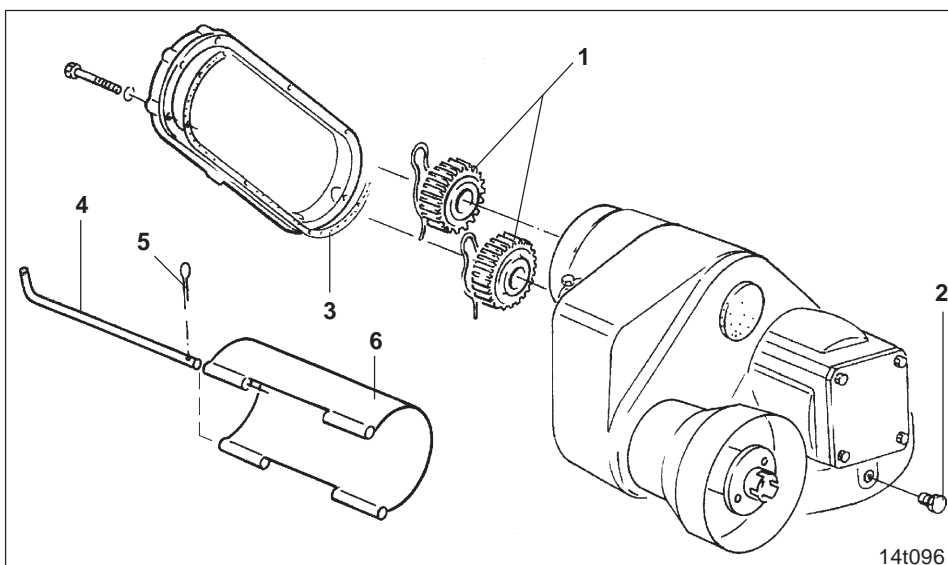
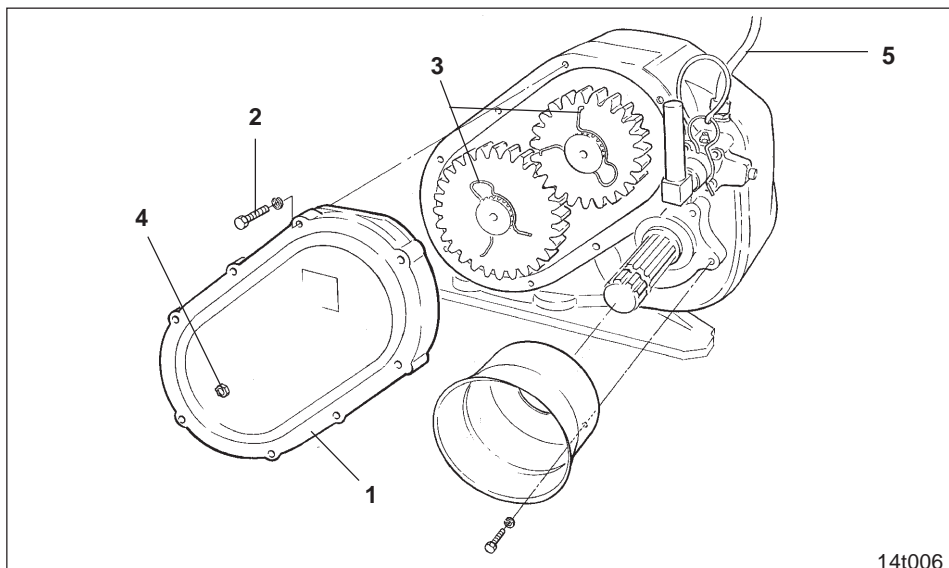

Fig. 9.4
Fig. 9.5
- sind die Verriegelungsstangen (Fig. 9.4/4) der Zapfwellenabdeckung (links) herauszuziehen und der Zapfwellenschutz (Fig. 9.4/6) ist zu entfernen.
- Ölspiegel durch Ablassen des Getriebeöles an der Ölablaßschraube (Fig. 9.4/2) absenken. Wenn dabei keine Schmutzpartikel in das Öl gelangen, kann das aufgefangene Getriebeöl nach dem Zahnradwechsel dem Getriebe durch den Entlüftungskanal (Fig. 9.5/5) wieder zugeführt werden.
- Getriebedeckel (Fig. 9.5/1) nach dem Lösen der Skt.-Schrauben (Fig. 9.5/2) entfernen.
- Im Schaltgetriebe sind die Halterungsfedern (Fig. 9.5/3) zu entfernen, mit denen die Zahnräder auf den Wellenenden gegen axiale Verschiebung gesichert sind. Zahnräder (Fig. 9.4/1) von den Wellenenden abziehen. Zahnräder im Getriebe anhand der Drehzahl-tabelle (Fig. 9.3) untereinander austauschen oder durch einen anderen Zahnradsatz ersetzen.
- Halterungsfedern (Fig. 9.5/3) an beiden Wellen montieren.
- Getriebedeckel (Fig. 9.5/1) mit Deckeldichtung (Fig. 9.4/3) schließen.
- Getriebeöl durch den Entlüftungskanal (Fig. 9.5/5) wieder einfüllen. Der Ölstand ist bei waagrecht stehendem Kesselgrubber im Ölkontrollauge (Fig. 9.5/4) sichtbar, bei einer Gesamtölmenge von 4,8 l Getriebeöl 85 W 90.
- Zapfwellenschutz (Fig. 9.4/6) mit zwei Verriegelungsstangen (Fig. 9.4/4) montieren und Verriegelungsstangen mit einem Splint (Fig. 9.4/5) sichern.